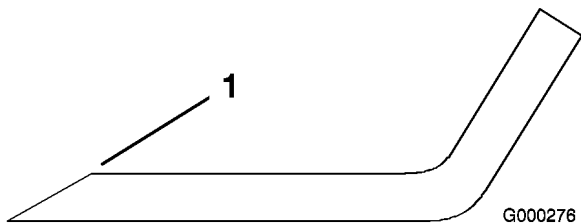

Figura 83
1. Utilice una lima para afilar el filo de corte en ambos extremos de la cuchilla (Figura 83). Mantenga el ángulo original. La cuchilla permanece equilibrada si se retira la misma cantidad de material de ambos bordes de corte.